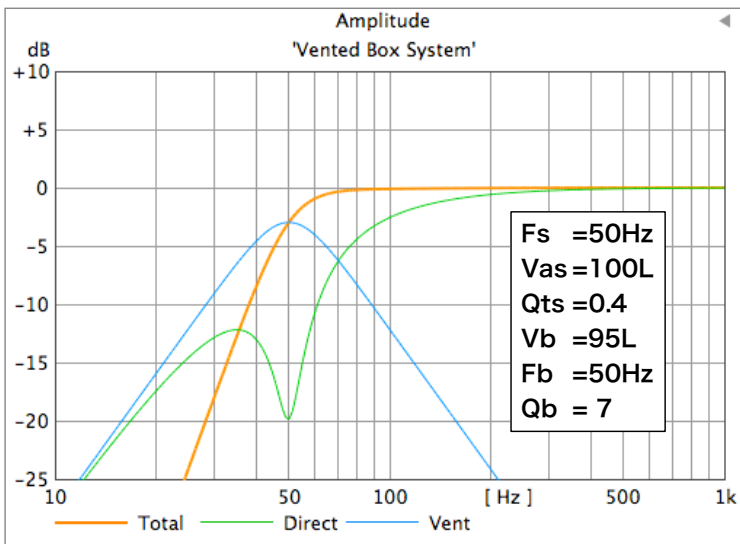

Fig4 Vented Box 特性例 Optimum
- Optimum : 最適平坦、 $Q_{ts}=0.4$  で4次のバターワース特性 (Fig4)